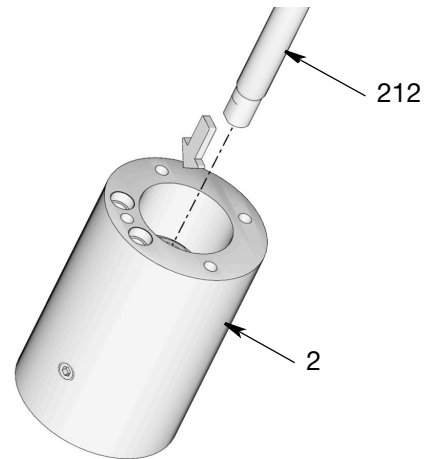

图 37
4. 在位移杆 (212) 的表面涂抹薄薄一层润滑脂。将杆滑入泵适配器 (2), 方向如图 37 所示。